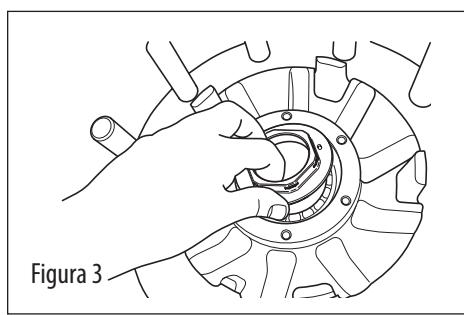

Figura 3
- Coloque la tuerca de husillo y la arandela contra el balero externo (vea la figura 3).